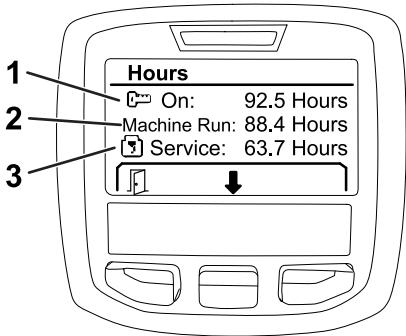

Figura 29
- Utilice la información de los contadores mostrados en la pantalla (Figura 29) para determinar lo siguiente: